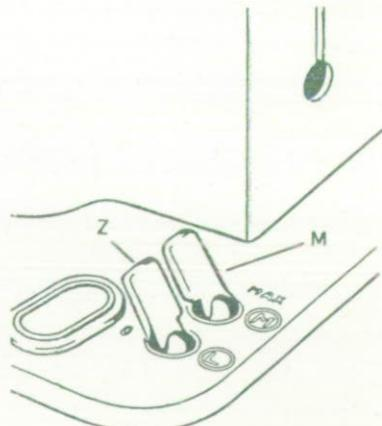
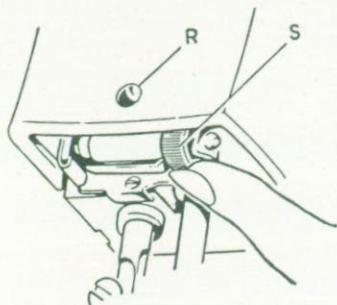

Fig. 24
Fig. 25
- Push switch « Z » (Fig. 24) in position « L ». The red signal light « R » (Fig. 25) will light up.
In the motor operated machines, the light can be cut out by turning shade « S » (Fig. 25).
In the treadle operated machines, just move switch « Z » (Fig. 24) to position « O ».